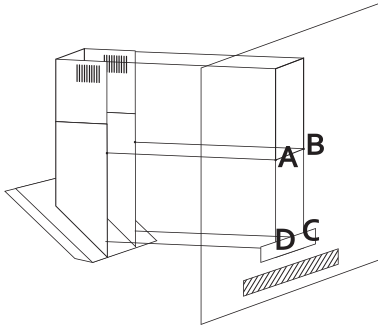

Рис. 9
2. Приложите монтажный шаблон (если он есть в комплекте) к стене на нужной высоте с учетом минимального расстояния от варочной поверхности и выровняйте его по уровню. Наметьте точки (A, B, C, D) на стене и просверлите в них отверстия диаметром 8 мм. Наметьте и просверлите отверстия диаметром 6 мм для монтажа планки крепления декоративного короба (F, E) (рис. 9). При этом необходимо учитывать, что планка относительно потолка должна быть установлена таким образом, чтобы верхний край крепящегося к ней внутреннего декоративного короба вплотную подходил к потолку.
тяжку при помощи шурупов через отверстия (C, D) изнутри вытяжки (рис. 9).